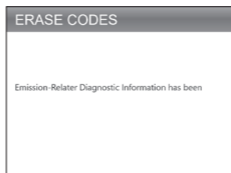

Figura 3.3.2
2. Depois de determinar que todos os reparos foram concluídos, pressione [OK] para limpar ou reiniciar os dados de diagnóstico relacionados às emissões. (Veja Figura 3.3.2)